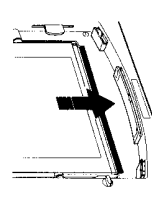

FIG. 13
- Die 3 blauen Kapfen vom unteren Rahmenabschnitt entfernen (siehe Abb. 13).
- Retirez les trois cabochons bleus qui se trouvent à la partie inférieure du cadre (voir Fig. 13).
- Togliere le 3 calottine blu dalla base della botola (vedi Fig. 13).
- Quite las 3 cubiertas azules de la parte inferior del marco (Fig. 13).